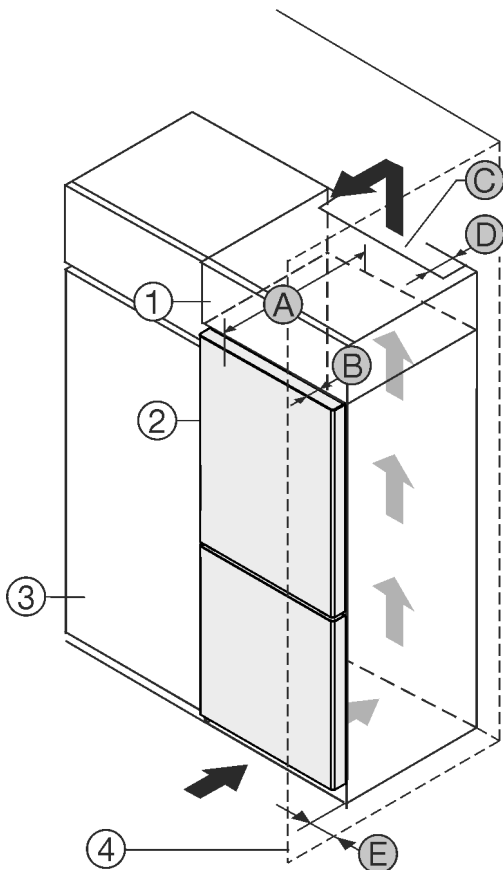

Fig. 1
- (1) Armario superior \*
- (2) Aparato \*
- (3) Armario de cocina \*
- (4) Pared \*
- (A) Profundidad del aparato \*
- (B) Profundidad de la puerta \*
- (C) Sección transversal de ventilación \*
- (D) Distancia con respecto a la parte trasera del aparato \*
- (E) Distancia con respecto al lateral del aparato \*
Puede colocar el electrodoméstico directamente al lado del armario de cocina Fig. 1 (3).\*
En la parte trasera del armario superior debe haber una cámara de salida de aire con una profundidad Fig. 1 (D) que abarque toda la anchura del armario.\*
Bajo el techo de la estancia debe mantenerse la sección transversal de ventilación Fig. 1 (C).\*
Si el electrodoméstico se instala con las bisagras junto a una pared Fig. 1 (4), la distancia entre el electrodoméstico y la pared debe ser de como mínimo 13 mm.\*
Si el electrodoméstico se instala con las bisagras junto a una pared Fig. 1 (4), la distancia entre el electrodoméstico y la pared debe ser de como mínimo 20 mm.\*
Para poder abrir totalmente la puerta, el electrodoméstico debe sobresalir la profundidad de la puerta Fig. 1 (B) respecto del frente del armario de cocina. El electrodoméstico puede sobresalir más en función de la profundidad de los armarios de cocina Fig. 1 (3) y del uso de distanciadores de pared.\*